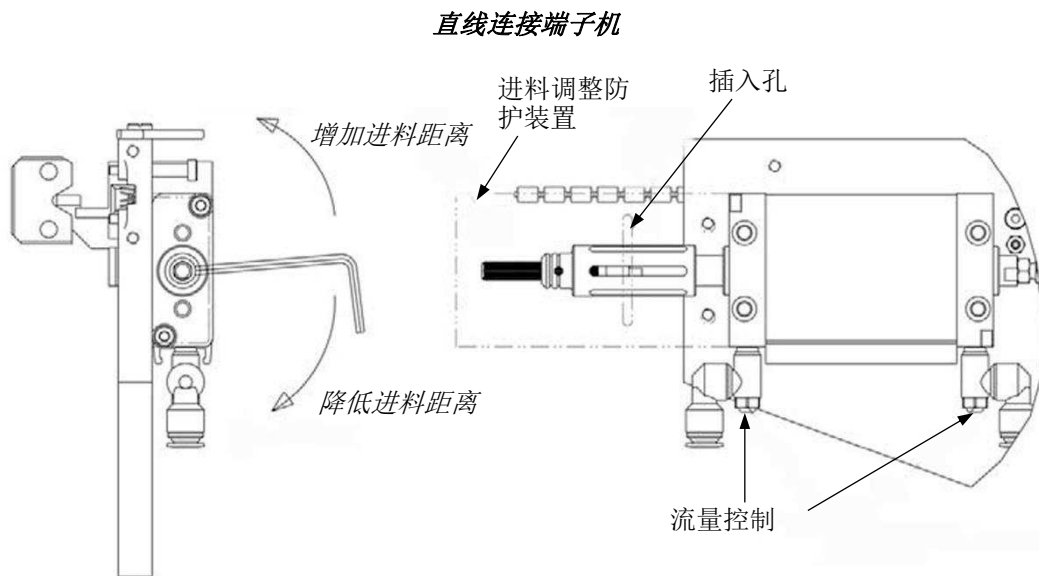

图 23
2. 在后进料防护装置的插入孔和调整轮的孔中插入 3mm 六角扳手或同样尺寸的螺丝刀。参见图 23。
3. 向需要的方向旋转调整轮，增加或减少进料距离（图 23）。